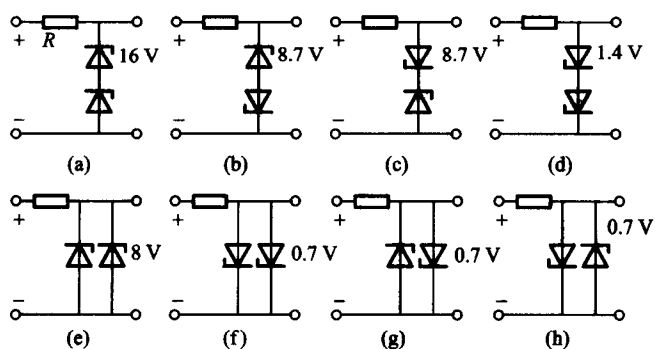

图 1-12
(6) 解:当稳压管串联时,可有四种不同的电路接法,如图 1-12 中图(a)、(b)、(c)、(d)所示。其稳压值分别为 16 V、8.7 V、8.7 V 和 1.4 V(设稳压管工作在正向时压降为 0.7 V)。当两个稳压管并联时,又可有如图 1-12 中(e)、(f)、(g)、(h)所示的四种电路接法,其稳压值分别为 8 V、0.7 V、0.7 V 和 0.7 V。
电压温度系数越小,管子的温度稳定性越好。一般大于 6 V 的稳压管正向特性部分具有负的电压温度系数。在图 1-12(b)和(c)所示的接法中,正、负温度系数可以互相补偿,因此,图中(b)和(c)所示的接法电压温度系数最小,温度稳定性最好。